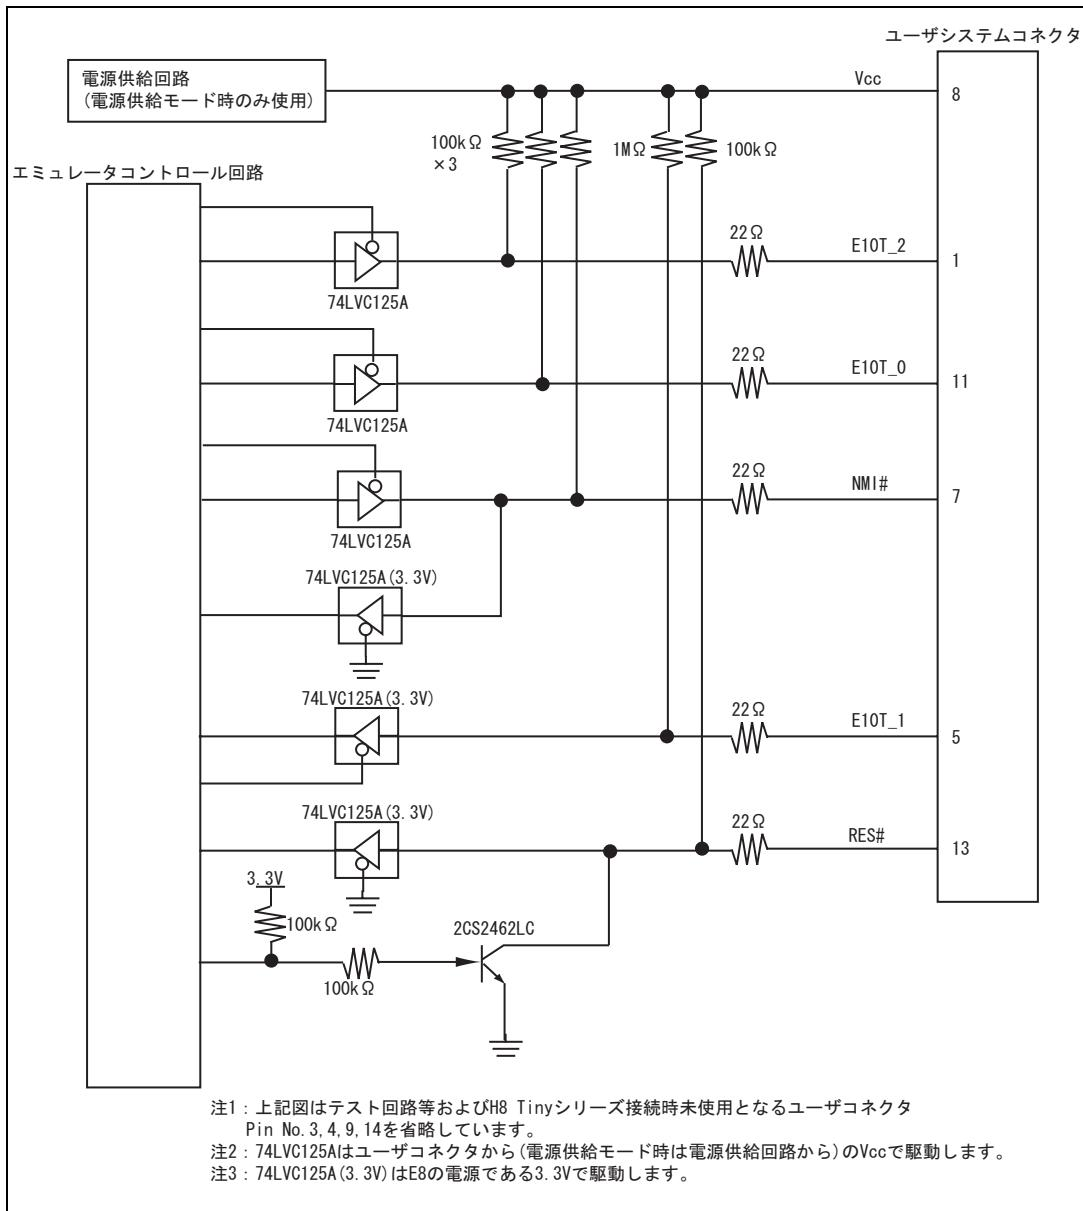
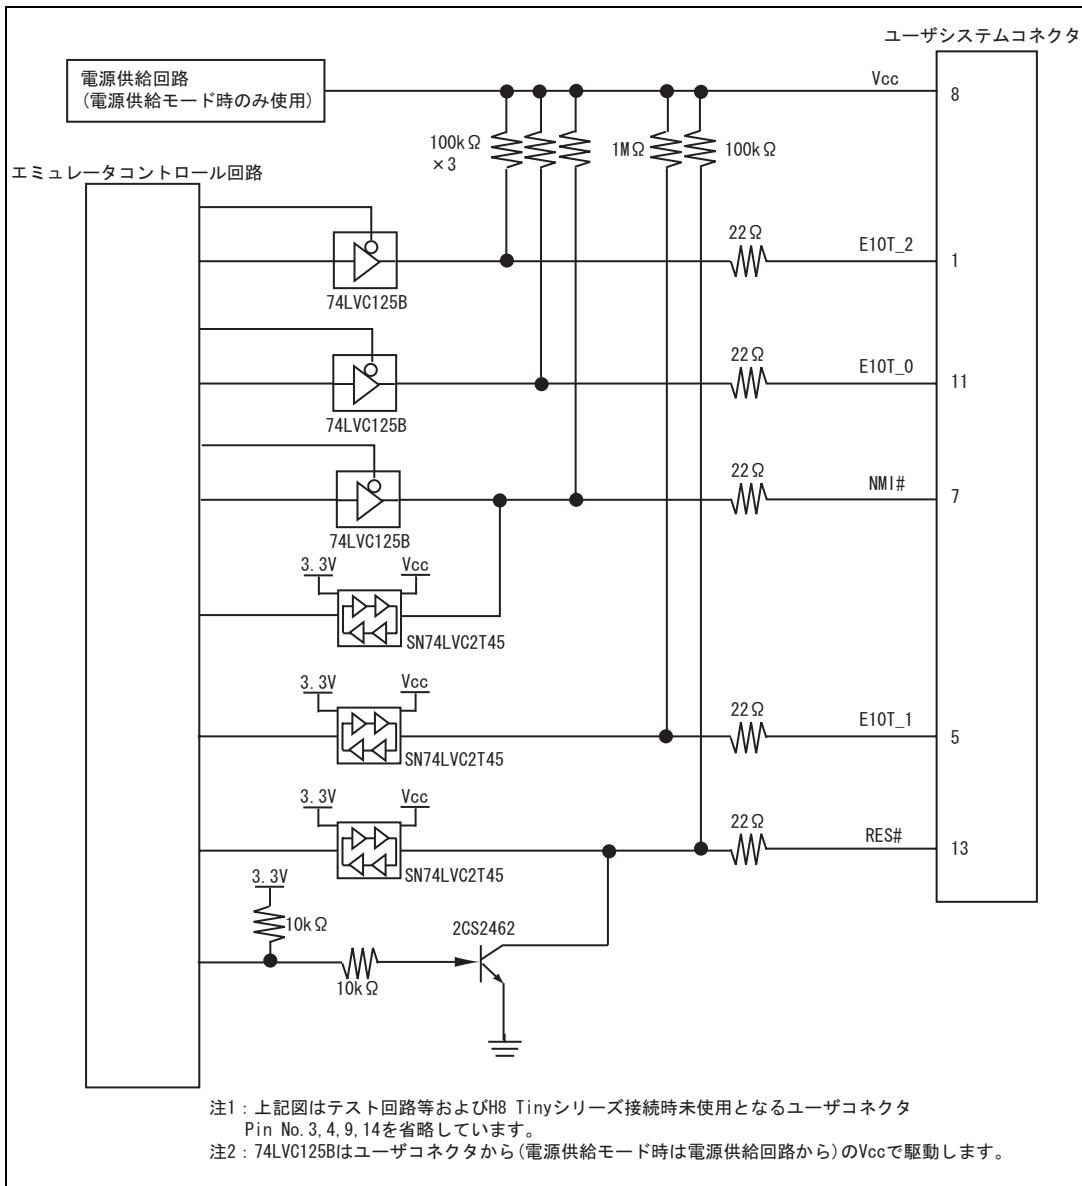

図 4.6 E8 エミュレータ内インタフェース回路 (参考)
図 4.7 E8a エミュレータ内インターフェース回路 (参考)
6. 図4.6にE8エミュレータ内インタフェース回路を示します。図4.7にE8aエミュレータ内インタフェース回路を示します。プルアップ抵抗の値などを決定するときに参考にしてください。